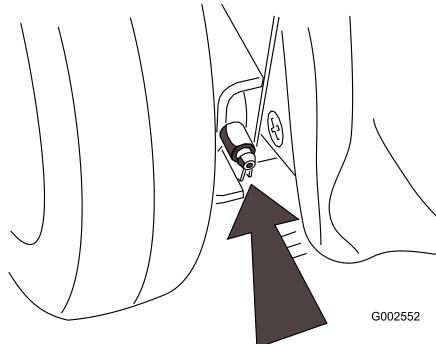

Figure 19
2. Essuyez les graisseurs avec un chiffon propre (Figure 19).